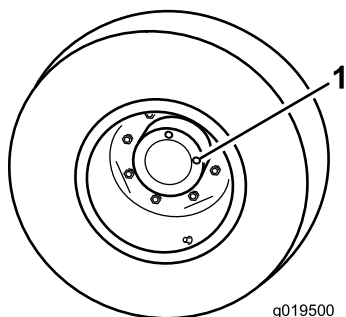

図 38
1. 水平な床面で、点検プラグ 図 38 の1つが時計の 12 時を指し、もうひとつが 3 時を指すようにマシンを駐車する。
2. 3時の位置にあるプラグを外す 図 38。オイルが点検穴の下ふちまであれば適正である。